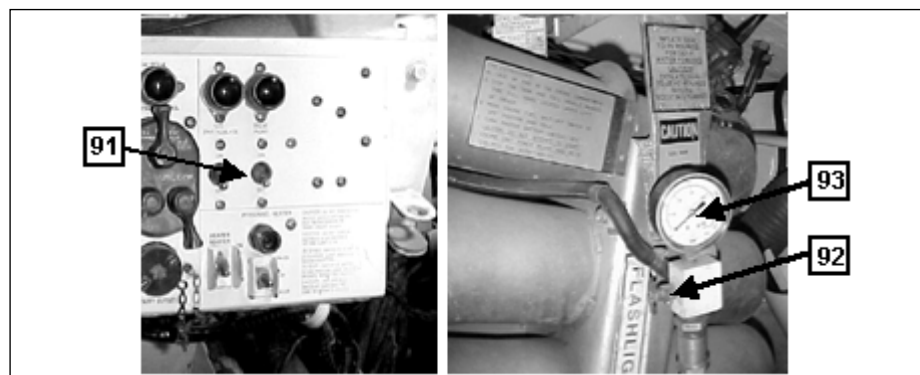

Fig 8-37. Componentes do compartimento do motorista utilizados nos procedimentos
j. Procedimentos posteriores à saída da água. (Fig 8-37 e 8-38)
- (1) Parar o carro.
- (2) Desligar a bomba de drenagem(91) tão logo drenar a água.
- (3) Desinflar a vedação da torre, agindo na borboleta (92).
- (4) Destravar a torre quando a pressão do selo chegar a zero (93).